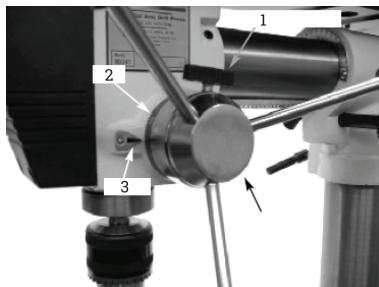

Рис. 16. Настройка глубины сверления
(4) в данном положении. Данная функция полезна при сверлении нескольких отверстий одинаковой глубины (рис. 16).